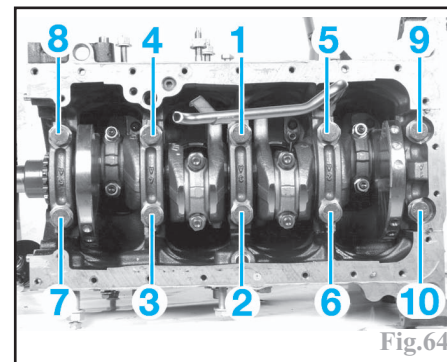

Fig.64
Monter les chapeaux de tourillons repérés de (1) à (5) lubrifiés et serrer les 5 paliers au couple dans l'ordre indiqué (Fig.64).